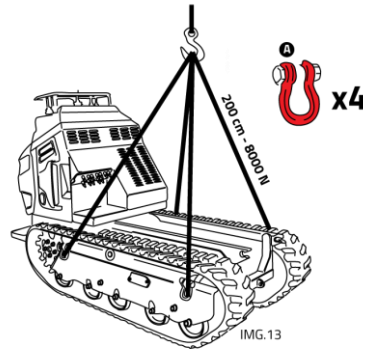

Abb. 22 – Verankerungspunkte für den Hebevor-
- Befestigen Sie die Haken ausschließlich an den von dem Hersteller vorgesehenen Verankerungspunkten (Abb. 22);